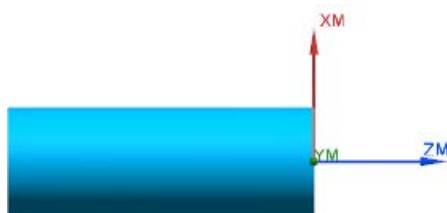

图 9.10 3D 仿真结果
Step3. 在“刀轨可视化”对话框中单击 **3D 动态** 选项卡, 采用系统默认参数设置值, 调整动画速度后单击“播放”按钮 , 即可观察到 3D 动态仿真加工, 加工后结果如图 9.10 所示。